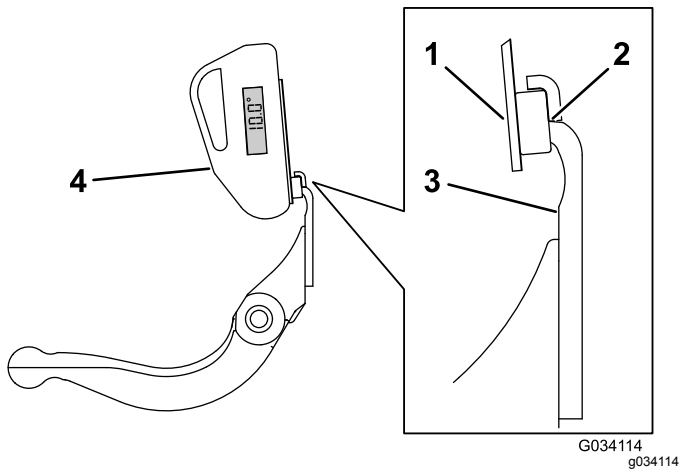

Figura 22
3. Coloque a montagem do indicador de ângulo na extremidade da lâmina de corte para que a extremidade do ímã fique alinhada com a extremidade da lâmina de corte (Figura 22).
4. Coloque o indicador de ângulo na montagem, como se mostra na Figura 22.